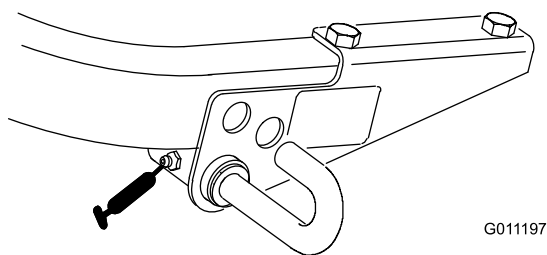

Figura 31
- Leva di blocco tosatura (Figura 31).